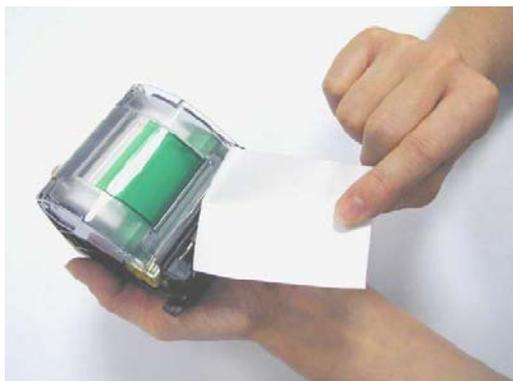

Рисунок 10. Процедура отрыва бумаги после заправки.
7.9.4. Оборвите конец бумаги, используя зубчатую линию отрыва на выходном отверстии принтера (потяните бумагу по линии отрыва слева направо, Рисунок 10).